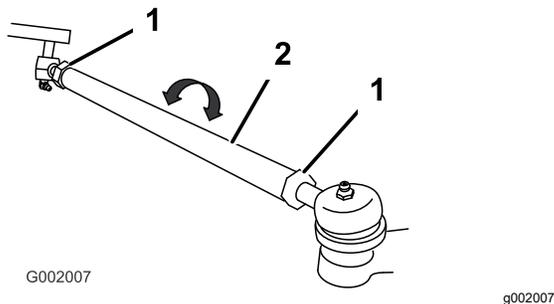

Bild 52
5. Wenn der Wert nicht im angegebenen Bereich liegt, lösen Sie die Klemmmuttern an beiden Ende der Spurstangen (Bild 52).